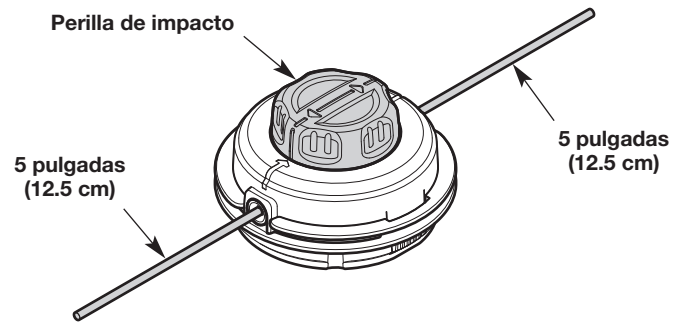

Fig. 23
- Gire la perilla de impacto para enrollar el hilo hasta que sobresalga aproximadamente 5 pulgadas (12.5 cm) de cada lado del cabezal de corte (Fig. 23).